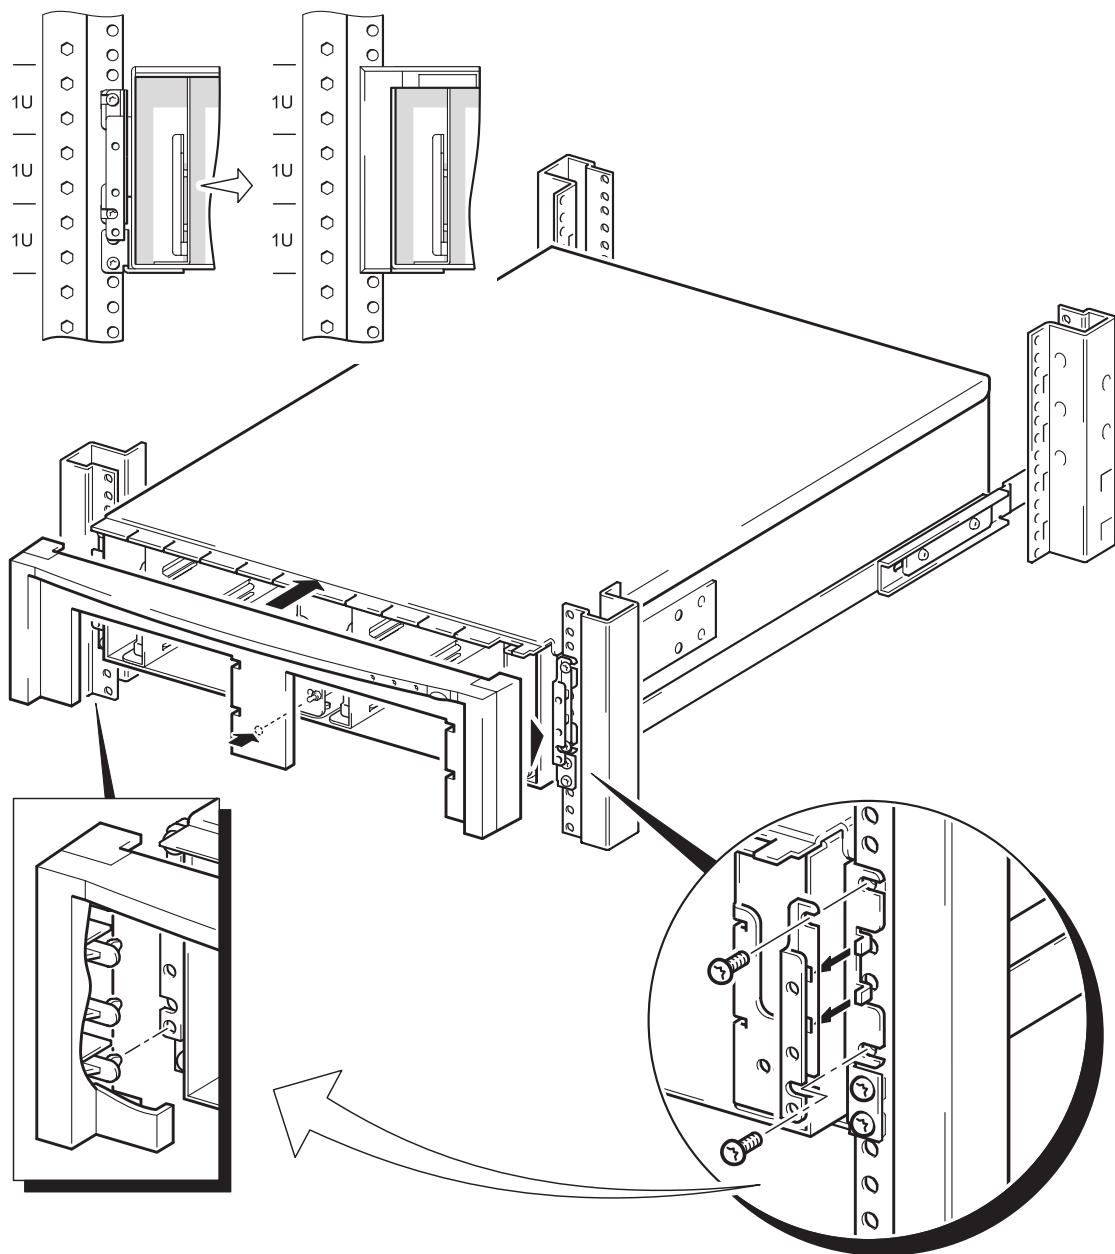

Abb. 5a: Anbringen der Frontblende (bei runden Öffnungen)
- 2 Drehen Sie die Blendenhalterung so, dass der angebrachte Buchstabe korrekt ausgerichtet ist und nach vorne zeigt. Außerdem müssen die Kerben zu den Seiten des Racks zeigen (siehe Abb. 5a).
Die beiden rechteckigen Öffnungen in der Blendenhalterung werden in die beiden Fortsätze der seitlichen Einbauhalterungen eingehängt (siehe Abb. 5a).